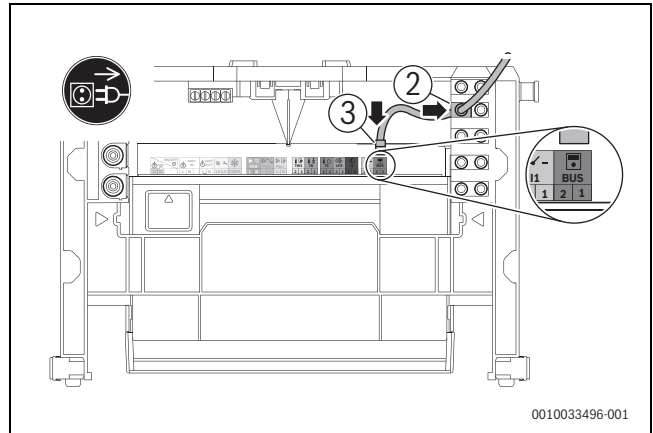

Bild 118 Zubehör CS 36 an BUS anschließen
- ▶ Zugentlastung des BUS-Kabels einsetzen (→ Bild 118, [2]).
- ▶ BUS-Kabel am BUS-Steckplatz der Klemmleiste anschließen (→ Bild 118, [3]).